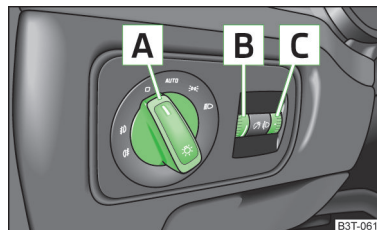

Fig. 31
La autovehiculele cu **volanul pe partea dreaptă** ordinea aranjării întrerupătoarelor diferă parțial față de » fig. 31 la pagina 49 ordinea prezentată. Simbolurile care marchează poziția întrerupătorului sunt aceleași.
Cu comutatorul de lumini **A**, respectiv cu butonul rotativ **B** sau **C** se pot opera următoarele funcții » fig. 31:
Prin rotirea butonului rotativ **B** din poziția **-** în **3** se adaptează treptat înălțimea de luminare a farurilor și astfel este scurtat conul de lumină » fig. 31.
Prin rotirea butonului **C** se poate regla luminozitatea iluminării instrumentelor de bord, atunci când lumina este aprinsă » fig. 31.
- ✓ Comutatorul de lumini se află în poziția 0 sau **AUTO** » fig. 31 la pagina 49.